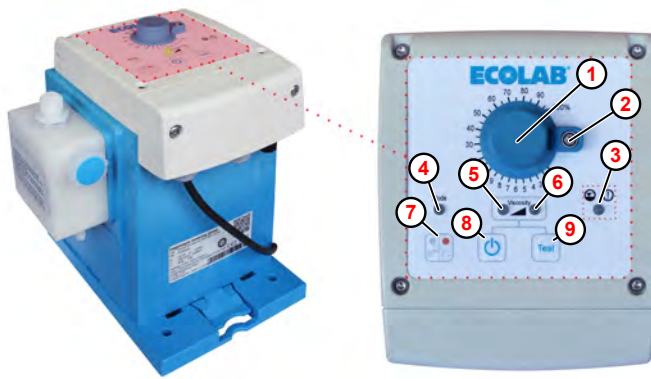

Fig. 15: Tasto accensione/spegnimento dell' «EcoUp»
**1.** ➤ La pompa viene accesa o spenta tramite il tasto On/Off  ( Fig. 15 , ⑧ ).
*A seconda della modalità di dosaggio selezionata, il LED sinistro ( Fig. 15 , ⑤ , Viscosity low) o il LED destro ( Fig. 15 , ⑥ , Viscosity high) si accende o lampeggia. In «Stand-By» il LED corrispondente si accende in verde, appena la pompa dosa lampeggia in giallo.*
1. ➤ Alla prima accensione, la pompa è impostata sulla modalità di funzionamento manuale, il LED della modalità di funzionamento ( Fig. 15 ,  ) è spento. La pompa si avvia subito dopo l'accensione, il LED dello stato operativo/modalità di dosaggio  o  si accende in verde.